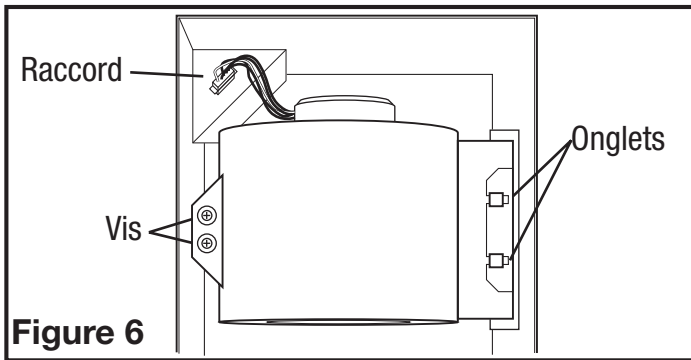
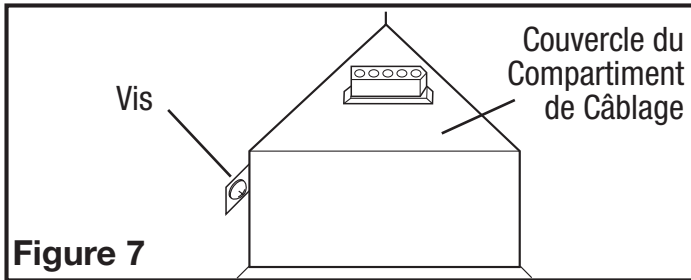

Figure 6
Figure 7
- 1b. Compartiment de Câblage Intérieur: Enlever les trois vis retenant en place l'assemblage de la soufflante et soulever pour sortir l'assemblage hors du châssis (**Figure 6**). Enlever la vis (ou les vis) du couvercle du compartiment à câblage et mettre ce couvercle dans un endroit fiable (**Figure 7**).